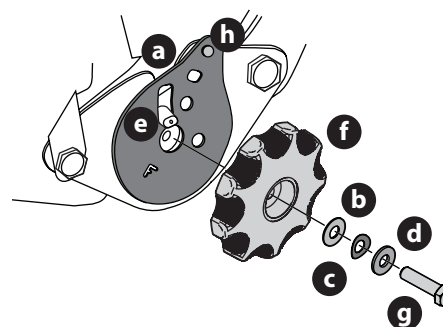

Fig. 13
7. Saque el conjunto de perilla de inclinación del asiento de la bolsa e instálelo (Fig. 13).
NOTA: asegúrese de orientar la placa reclinable (a) y de instalar la arandela de plástico (b), la arandela de resorte (c) y la arandela de metal (d) como se muestra en la (Fig. 13). La arandela de plástico va en la parte de adentro.
8. Deslice la placa de cojinetes reclinable (a) en el pasador de la placa reclinable (e) (Fig. 13 a la página 49).
10. Con una llave ajuste el tornillo hexagonal (g) hasta que resulte difícil hacer girar la perilla de la placa reclinable (f) (Fig. 13 a la página 49).
11. Afloje gradualmente el tornillo hexagonal (g) hasta que la perilla de la placa reclinable se mueva libremente. No afloje el tornillo hexagonal (g) más de una vuelta completa (Fig. 13 a la página 49).
12. Instale la tuerca de 1/4" en el perno de remate (h) y rote la perilla de la placa reclinable para comprobar el funcionamiento del asiento (Fig. 13 a la página 49).